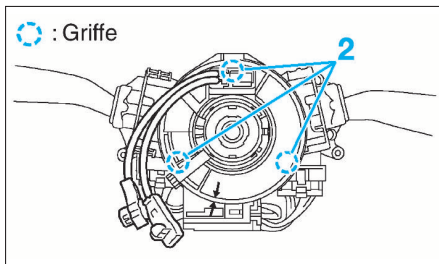

FIG. 4
- S'assurer que les repères sont bien alignés et verrouiller à l'aide d'un ruban adhésif (fig.4).
- Dégager les trois griffes de fixation (2) du contacteur tournant (fig. 4) et le déposer en prenant garde de ne pas modifier la position des repères.